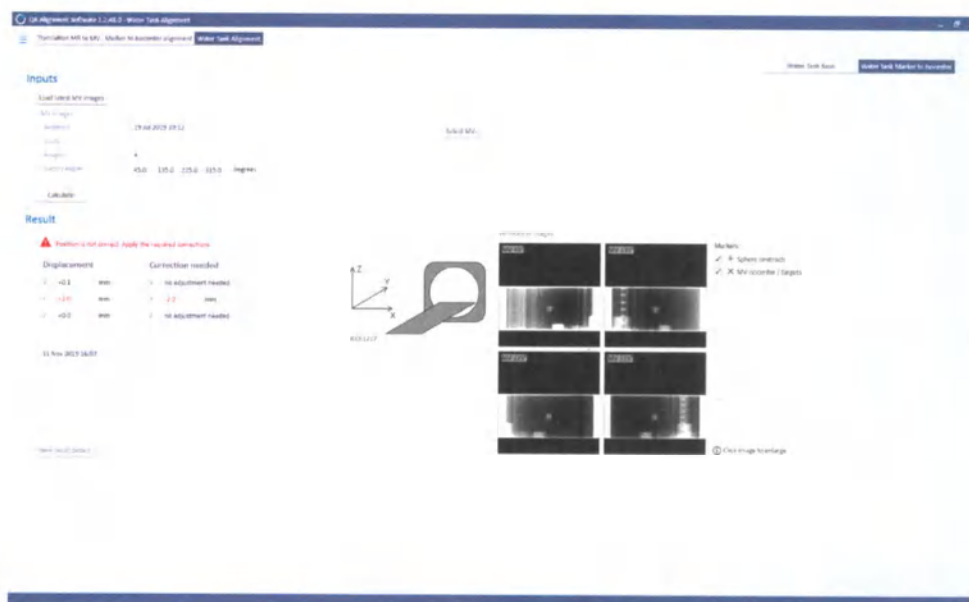

Рис. 7.51 Выравнивание положения емкости для воды — страница результатов
- 12 Выберите **Load latest MV images** (Загрузить последние МВ-изображения) (см. Рис. 7.51).